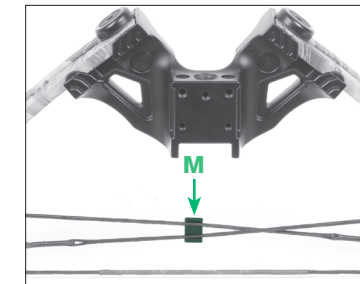

FIGURE 3
- Fije el deslizador en los cables. El deslizador de los cables tiene un espacio más grande de un lado para deslizarse correctamente sobre el riel. (Fig. 3)